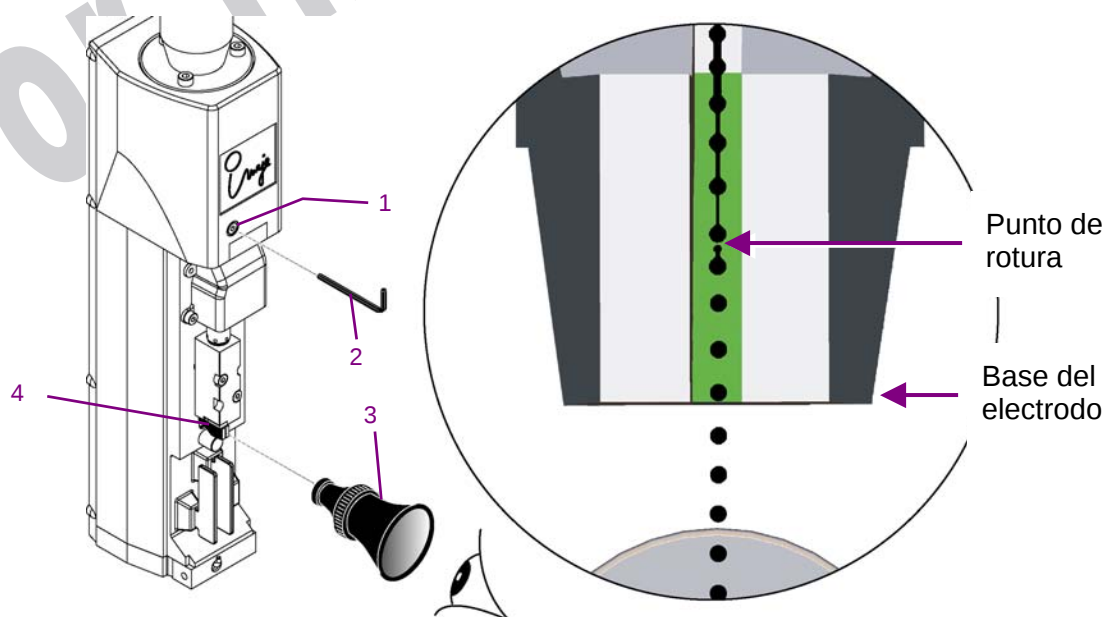

Figura 1
4. El ajuste siguiente se efectúa mirando el chorro frente el electrodo de carga (LED estroboscópico) sobre la (véase figura 1):
- En el caso de un cabezal multi-chorro, cada chorro tiene su propio tornillo de ajuste (1) (chorro de la derecha – tornillo de ajuste de la derecha, etc.).